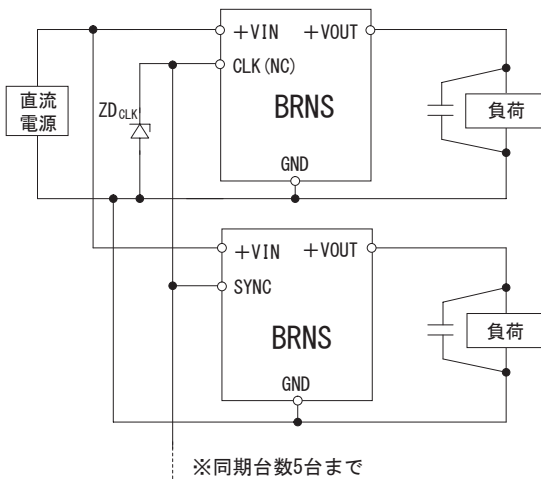

図3.12 CLK (NC) 端子を用いた周波数同期接続例
■図3.12のように、BRNSシリーズの同期信号出力用の端子CLK (NC) と、他のBRNSシリーズのSYNC端子を接続することで、外部クロックを用いずに周波数同期することができます。
- CLK (NC) 端子に接続する電源は、必ず最初に起動し最後に停止するようにしてください。
- CLK (NC) 端子は、電圧最大値が+VINの方形波を出力します。
- 5.5V以上の入力電圧を印加する場合、図3.12に示すように、ツェナーダイオードZD_CLKを接続してください。ツェナー電圧は、V_SYNCが表3.3の電圧範囲を満たす値としてください。